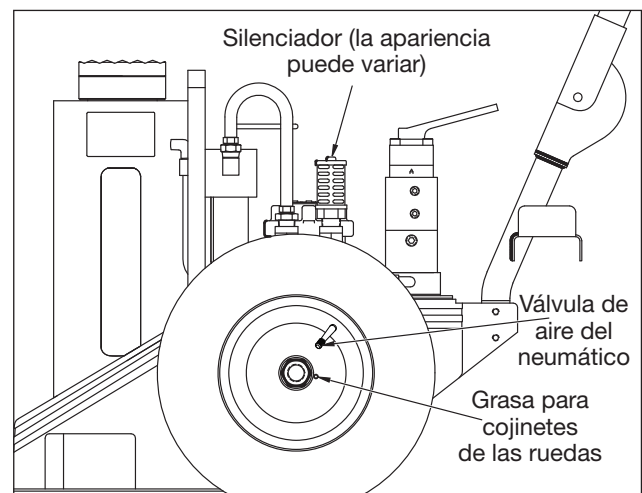

Figura 8, Elementos de mantenimiento adicionales
6.5 Silenciador (véase la figura 8)
6.6 Ruedas y neumáticos (véase la Figura 8)